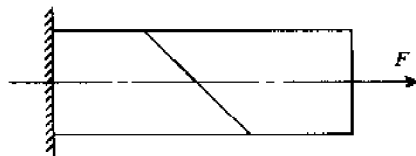

图 2-41
3. 图 2-41 所示拉杆的外表面上有一斜线, 当拉杆变形时, 斜线将